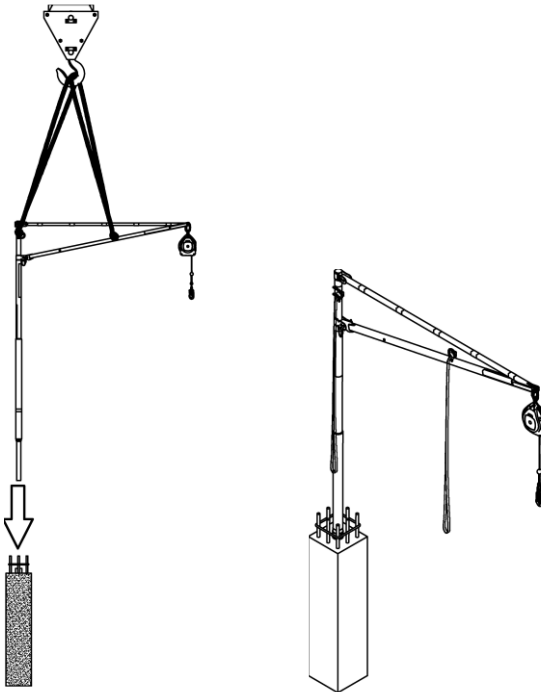

Abbildung 29. Platzieren des SkyReach Ankers.
3. Stellen Sie sicher, dass die Kranschlaufen korrekt an den Hebeösen an der Strebe und am Mast befestigt sind. Es müssen beide Schlaufen, jeweils an einer Hebeöse befestigt, verwendet werden. Haken Sie den Kranhaken in beiden Schlaufen ein und heben Sie den SkyReach Anker hoch. Entfernen Sie den Kunststoffstöpsel von der Einbetonierhülse und senken Sie den SkyReach Anker dann in die Hülse hinab. Siehe Abbildung 29. Falls erforderlich, kann der SkyReach Teleskophaken verwendet werden, um den SkyReach Anker in die richtige Position zu bringen. Verhaken Sie dazu den Haken am Masten und lenken Sie den Anker in Position.